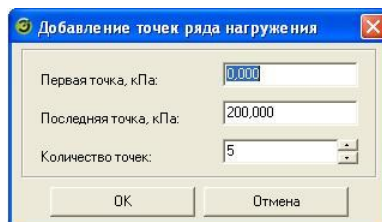

Рисунок 3.5.17 – Диалог создания метрологического ряда нагружения
- «Метрологический ряд». Кнопка предназначена для автоматической генерации метрологического ряда. При этом все ранее добавленные точки ряда нагружения удаляются. При нажатии на неё выводится диалог создания метрологического ряда нагружения (рисунок 3.5.17).